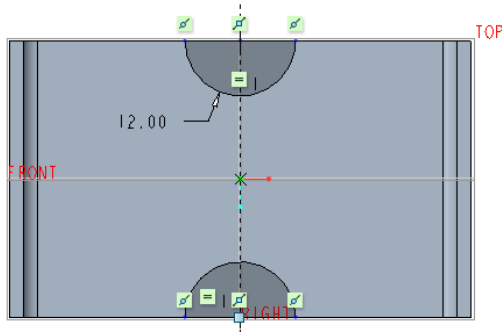

图 5-167 绘制剖面
(3) 绘制图 5-167 所示的剖面, 单击  (确定) 按钮。